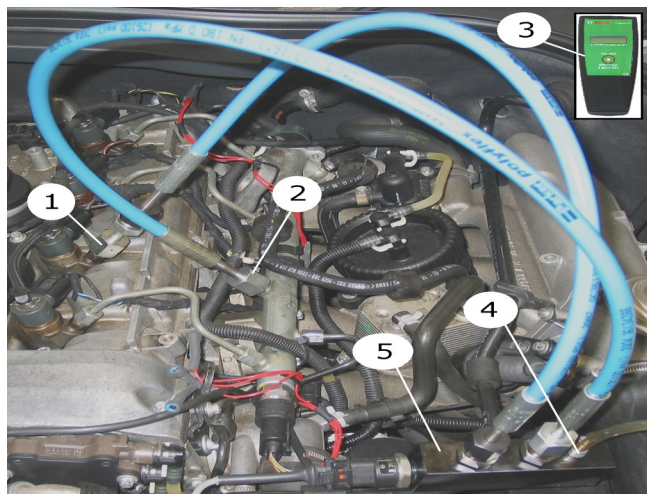

Abb. 16: Tilslutningseksempel railtryksensor sammenlignende kontrol (motor kører med alle cylindre)
6. Tilslut forbindelsesledninger på den digitale trykindikator (fig. 16, pos. 3) og railtryksensor på trykmodulet (fig. 16, pos. 5).
Af sikkerhedsårsager er der på manometret (fig. 16, pos. 5) monteret en trykbegrænsningsventil, der begrænser trykket ved 180 kPa. Tilslut altid den vedlagte slange på tilslutningen (fig. 16, pos. 4) på manometret, og tøm den ud i en egnet opsamlingsbeholder.
3. Tilslut den første 180 MPa-slange (fig. 16, pos. 2) med passende tilslutningsadapter, tilslut vinkel, møtrik og trykring (venstregevind) på railen og manometret (fig. 16, pos. 5).
4. Tilslut den anden 180 MPa-slange (fig. 16, pos. 1) med passende tilslutningsadapter, tilslut vinkel, møtrik og trykring (venstregevind) på injektoren og manometeret (fig. 16, pos. 5).